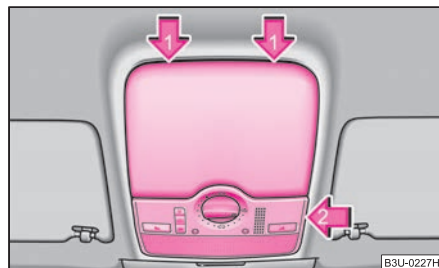

Abb. 207 Innenleuchte vorn bei Fahrzeugen mit elektrischem Schiebe-/Ausstelldach
- Setzen Sie einen kleinen Schraubendreher vorsichtig an der hinteren Seite der Abdeckung für den Dachantrieb -Pfeile 1- an ⇒ **Abb. 207**.